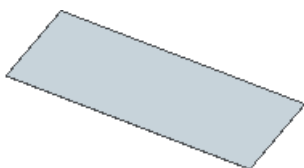
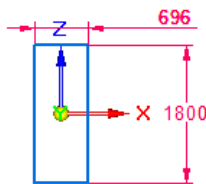

图 8.13.250 平板特征
图 8.13.251 截面草图
Step2. 创建图 8.13.250 所示的平板特征 1。
(1) 选择命令。单击“主页”功能选项卡“钣金”工具栏中的“平板”按钮 。
(2) 定义特征的截面草图。
① 选取草图平面。选取前视图 (XZ) 平面为草图平面。
② 绘制图 8.13.251 所示的截面草图。
③ 单击“主页”操控板中的“关闭草图”按钮，退出草图绘制环境。
(3) 选择拉伸类型。在“平板”命令条中单击“厚度步骤”按钮定义材料厚度，在厚度: 文本框中输入值 2；并按 Enter 键；将材料加厚方向调整为 Y 轴正方向，单击鼠标左键。
(4) 单击命令条中的按钮，完成特征的创建。